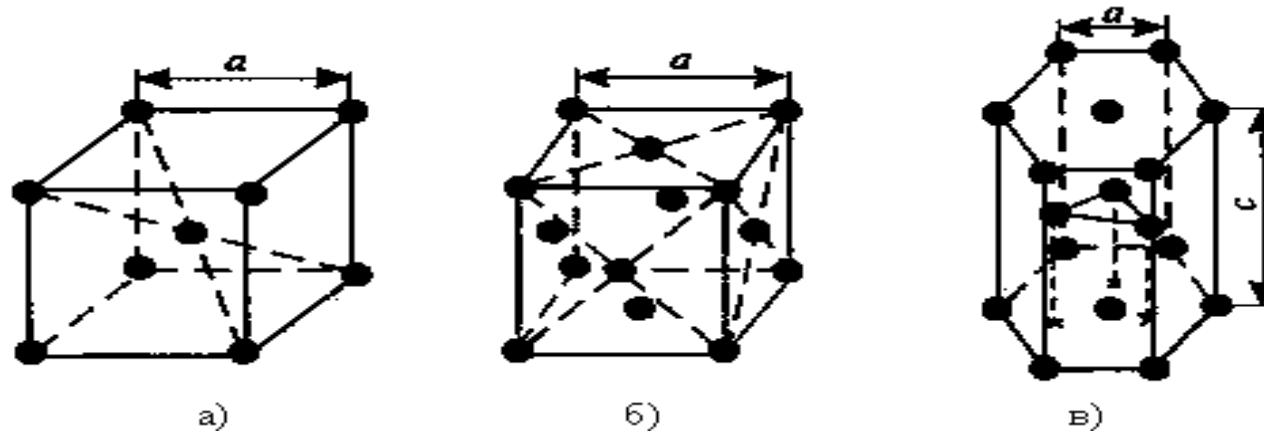

Рис. 4
1. **Объемноцентрированная кубическая (ОЦК)** (рис. 4а), атомы располагаются в вершинах куба и в его центре (V, W, Ti,)
2. **Гранецентрированная кубическая (ГЦК)** (рис.4б), атомы располагаются в вершинах куба и по центру каждой из 6 граней (Ag, Au,)
- плотноупакованная (ГПУ)** (рис.4в) – имеется 3 дополнительных атома в средней плоскости (цинк).